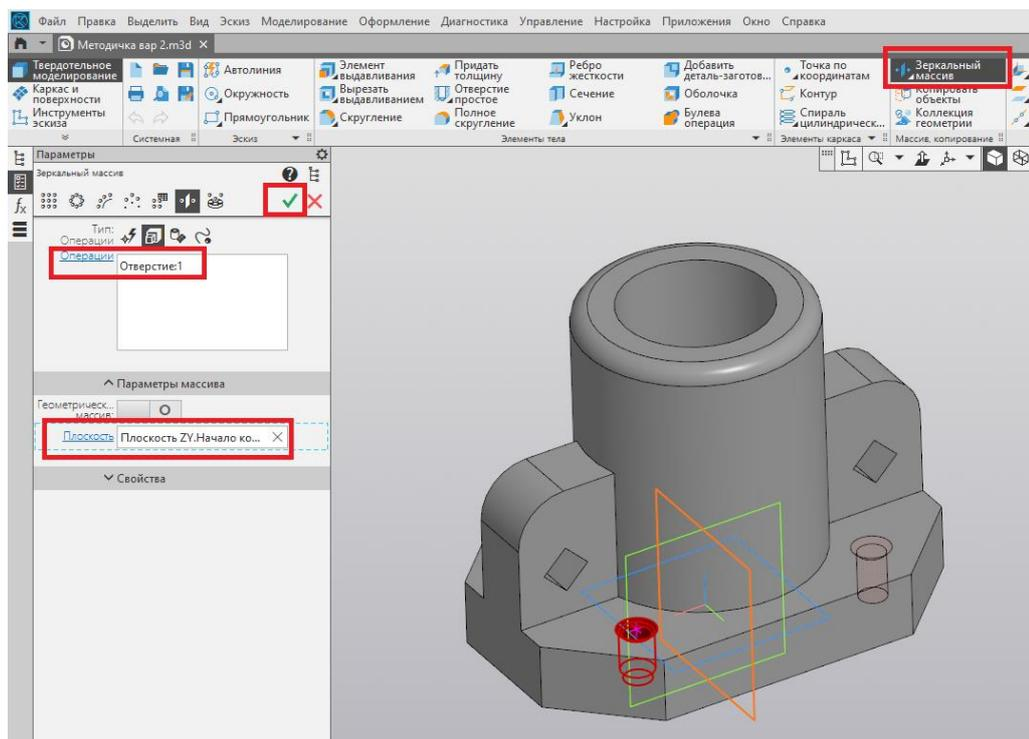

Рис. 111
39. При помощи команды «Зеркальный массив» отображаем отверстие относительно плоскости ZY (рис. 111).